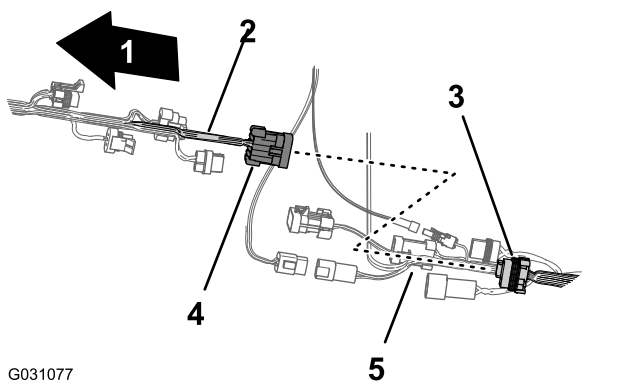

図 91
5. 前方ハーネスのスプレー用ハーネスインターコネクタの10ピンコネクタを、後方ハーネスのスプレー用ハーネスインターコネクタの10ソケットコネクタに接続する図 91。